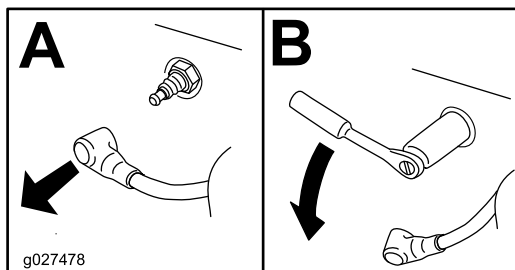

Bild 43
4. Nehmen Sie die Zündkerze heraus (Bild 43).